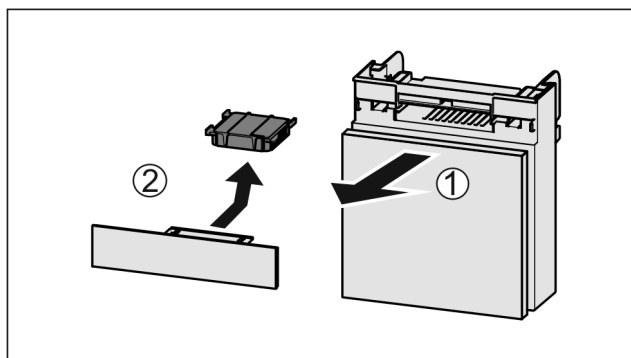

Fig. 62
- Zásuvku vytáhněte dopředu Fig. 62 (1).
- Filtr s aktivním uhlím vyjměte Fig. 62 (2).